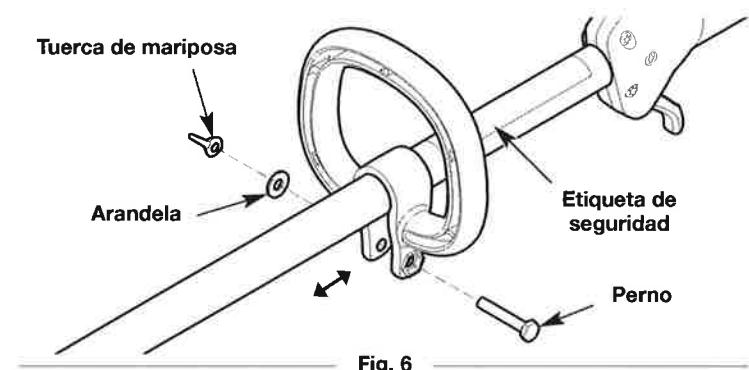

Fig. 6
- Inserte el perno en el orificio del perno hexagonal y presione para que pase a través de él (Fig. 6). Coloque la arandela en el perno (Fig. 6). Enrosque la tuerca de mariposa en el perno, pero no la ajuste completamente (Fig. 6).
- Mantenga la unidad en posición operativa (Fig. 15) y mueva la manija hasta una ubicación confortable (Fig. 6). Compruebe que la manija esté ubicada más allá del extremo de la etiqueta de seguridad (Fig. 6).
- Afloje la tuerca de mariposa (Fig. 6).